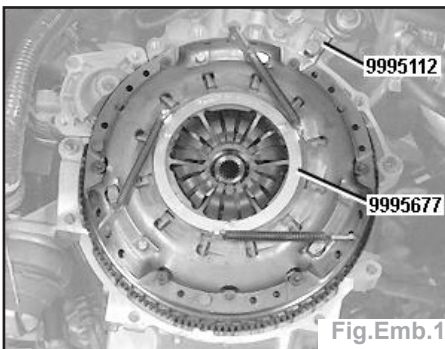

Fig.Emb.1
- Bloquer le volant moteur en utilisant le secteur d'engrenage **999 5112** (Fig.Emb.1).